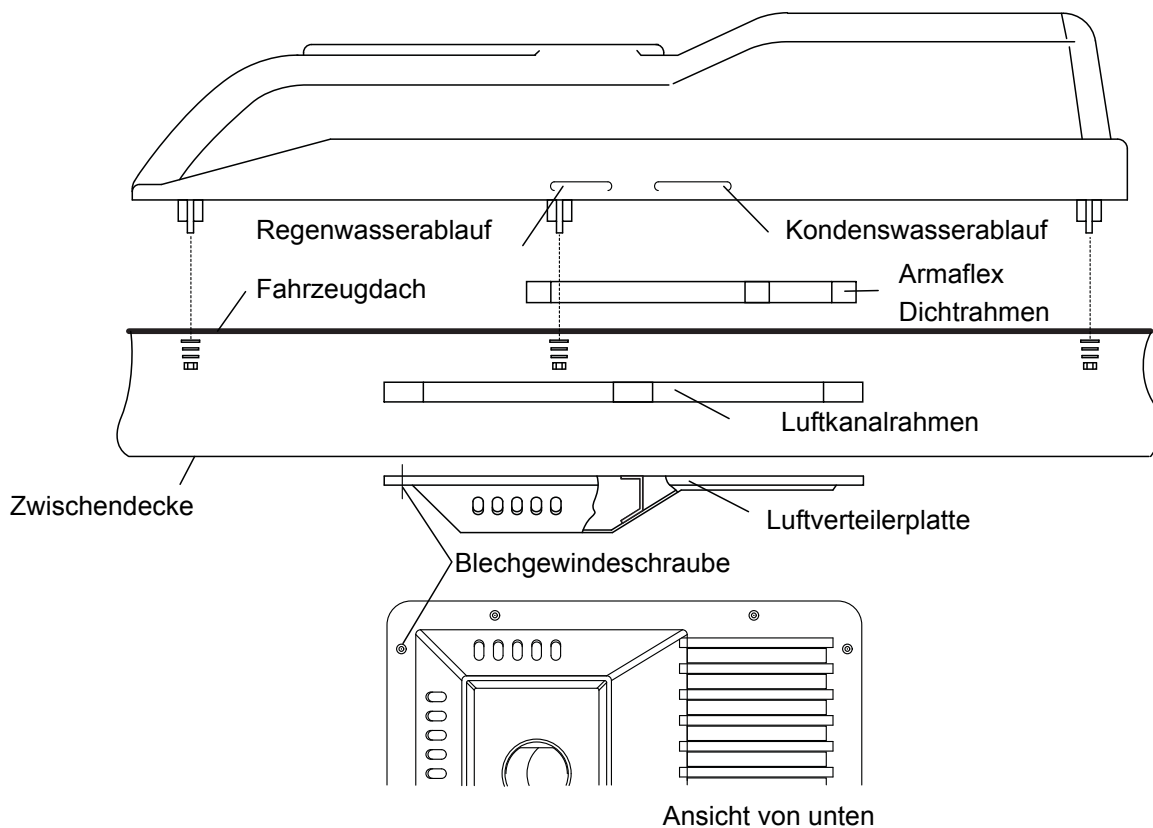

Abb. 4.3
- Dachinnenbereich so vorbereiten, dass die Luftverteilerplatte unter das Dach montiert werden kann (siehe Abb. 4.3).
- Dichtprofil auf dem Dach gemäß Abb. 4.3 mit dem im Montagebausatz beiliegendem Sikaflex 221 aufkleben.
- a) Grundplatte auf das Dach (Dichtrahmen) aufsetzen, ausrichten, Silentblöcke unter den 9 Befestigungspunkten positionieren und die 9 Schrauben M8 (mit Scheiben) durch die Bohrungen stecken (Abb. 4.3).
- Luftverteilerplatte gemäß Abb. 4.3 positionieren und mit 10 Blechgewindeschrauben an der Zwischendecke bzw. an geeigneten ggf. selbst angefertigten Halteblechen anschrauben. Wurde der optimal erhältliche Umluftfilter bestellt, ist dieser in den Ansaugbereich der Luftverteilerplatte einzulegen.